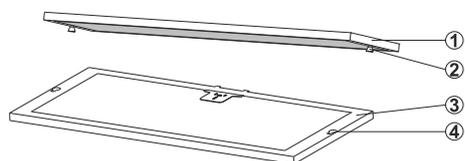

Fig. 6: Colocación del filtro de carbón activo
1. ➤ Abra los filtros metálicos de aceite (Fig. 6).
2. ➤ El filtro de carbón activo se instala en la parte trasera del filtro de aceite metálico. Empuja hacia un lado a fin de retirarlo (Fig. 6).